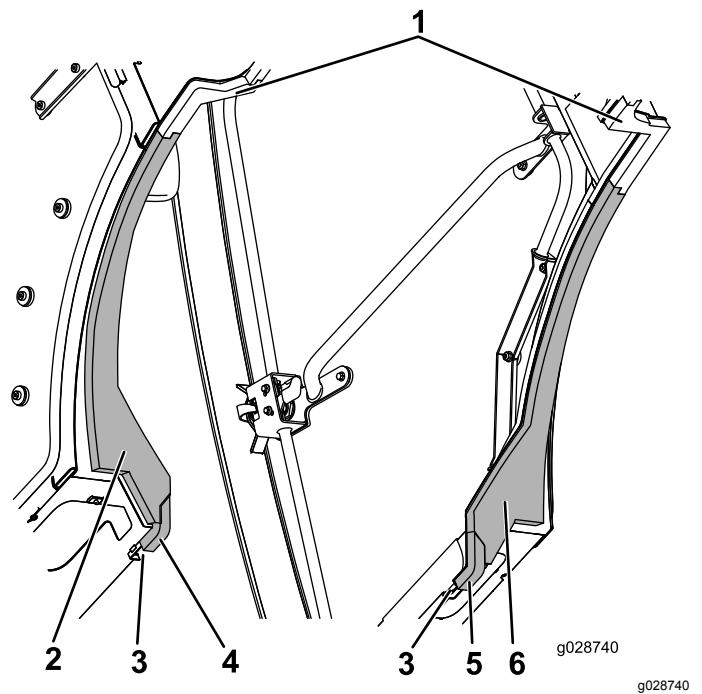

Figure 62
4. Alignez les bords intérieurs des joints en mousse droit et gauche du réservoir sur les joints en mousse centraux droit et gauche, et verrouillez les pattes ensemble (Figure 62).
5. Poussez le bord avant des joints en mousse gauche et droit contre le profilé et engagez le bord arrière oblique du joint en mousse avec le joint en mousse du réservoir (Figure 62).